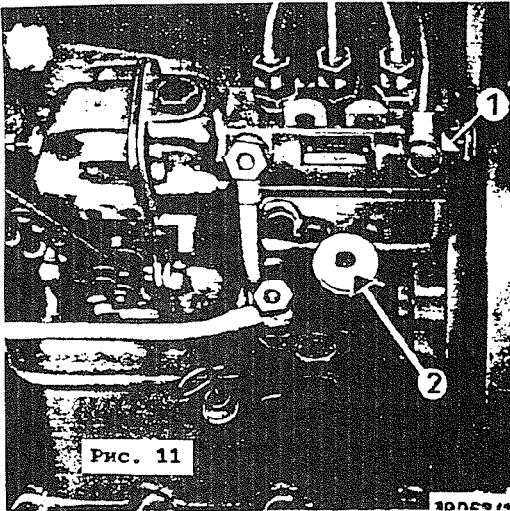

Рис. 11
2. Приводить в действие насос ручной подкачки 2 /рис. 11/ до появления топлива, не содержащего пузырьков воздуха.
При исполнении с топливоподкачивающим насосом фирмы Bosch /рис. 11/ отвернуть на 2-3 оборота за нижний шестигранник перепускной клапан 1 на насосе высокого давления. Вращая влево вывернуть рифленую рукоятку 2 насоса ручной подкачки, затем нажимая и вытягивая ее качать до тех пор, пока в топливе, выходящем из-под перепускного клапана 1, не перестанут появляться пузырьки воздуха. После этого затянуть перепускной клапан 1. После манипуляций с насосом ручной подкачки необходимо снова плотно завернуть рукоятку насоса.